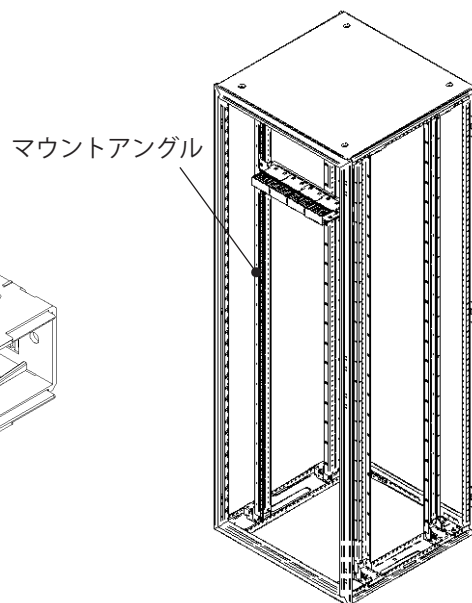

図1
2. ダクト付パネルをラック本体のマウントアングルに取付けます。(図1)